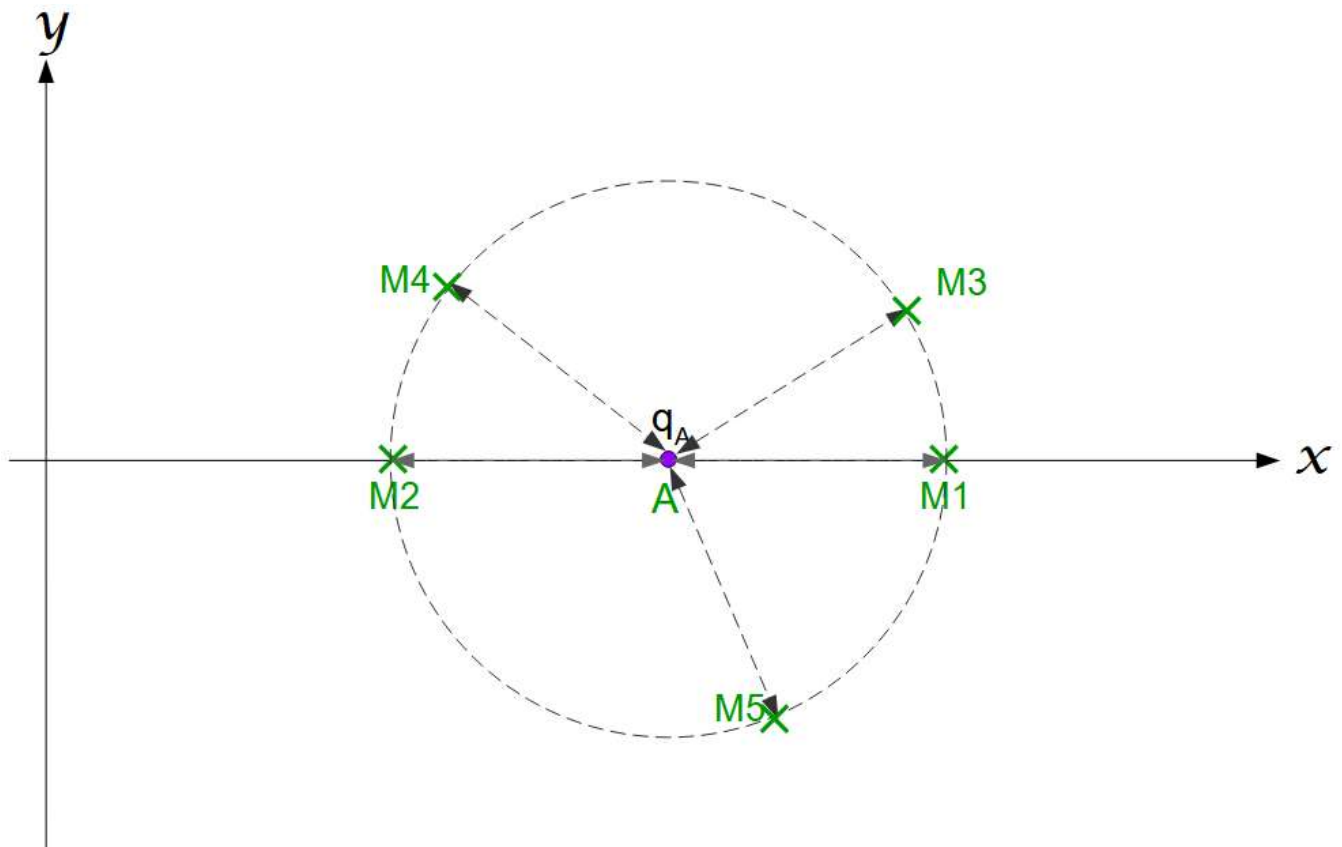

Figure 2 : champ électrique créé par 1 charge dans un plan
- 2) Dans la Figure 2, tracer le champ électrique créé par la charge q_A aux points Mx si cette charge est positive : $q_A = q$. Les points Mx sont équidistants du point A. Analyser le résultat : dans tout l'espace, comment est le champ créé par la charge q_A ? Que se passe-t-il si $q_A = -q$?